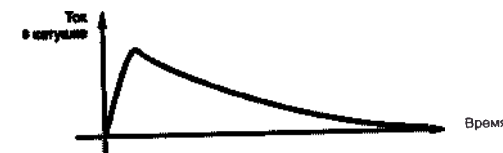

Рис. 1. Монофазный стимул.
- **Монофазный стимул** — стимул, при котором ток в катушке индуктора протекает в одном направлении, нарастая по синусоидальному закону и спадая по экспоненте (рис. 1). Данный тип стимуляции доступен только при использовании стимулятора «Нейро-МС/Д» с блоком расширения.